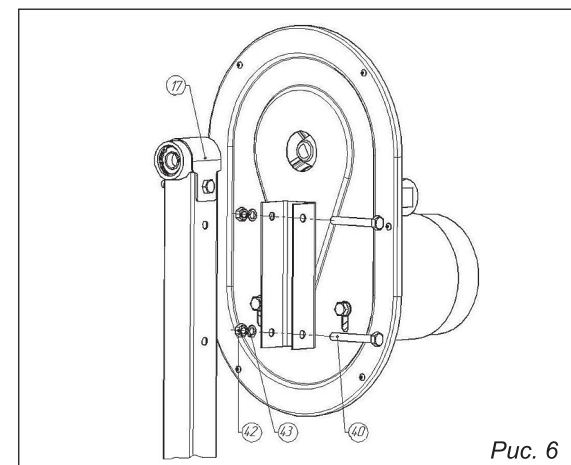

Рис. 6
6.4. Установка моторного блока на раму (рис. 6, 7)